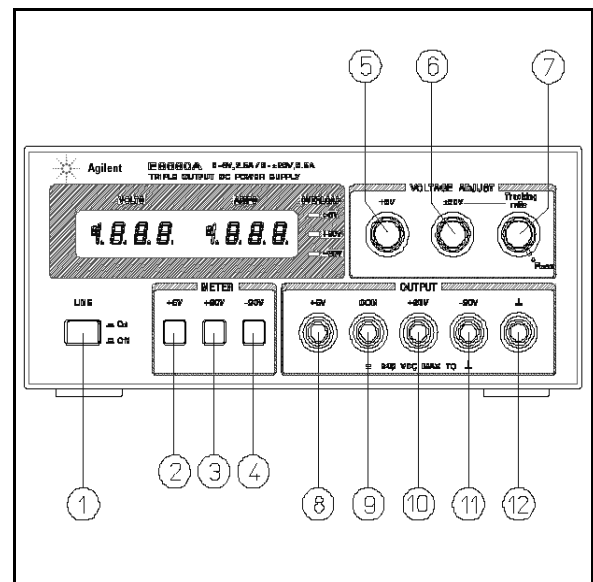

Abbildung 2. Bedienelemente und Anzeigen auf der Frontplatte
Nachfolgend wird beschrieben, wie die in Abbildung 2 gezeigten Bedienelemente und Anzeigen benutzt werden. Außerdem wird ein kurzer Test beschrieben, mit dem Sie überprüfen können, ob die Stromversorgung ordnungsgemäß funktioniert. Führen Sie nach Erhalt des Gerätes diese Funktionsprüfung (oder den im Abschnitt mit Service-Informationen beschriebenen, umfassenderen Test) aus, bevor Sie zum ersten Mal eine Last anschließen.
Diese Stromversorgung kann einzeln betrieben oder mit einer anderen Stromversorgung parallel oder in Serie geschaltet werden (siehe Abschnitte über Parallel- und Serienschaltung). Alle Ausgangsanschlüsse gegenüber Chassis-Masse isoliert. Die Ausgänge ±20V und +6V besitzen einen gemeinsamen Masseanschluss. Dieser gemeinsame Masseanschluss (COM) oder einer der anderen Ausgangsanschlüsse kann – aber muss nicht – mit dem Chassis-Masse-Anschluss (⑫ in Abbildung 2) verbunden werden. An die Ausgangsanschlüsse +20V und COM bzw. -20V und COM können entweder zwei separate Lasten angeschlossen werden, oder es kann eine einzige Last an die Ausgangsanschlüsse +20V und -20V angeschlossen werden. Im letztgenannten Fall ergibt sich ein Ausgangsspannungsbereich von 0 bis 40 V. Mit den Display-Wahltasten können Sie die Ausgangsspannungs- und Ausgangsstromanzeigen jeweils einem der drei Ausgänge zuordnen. Zur Überwachung der Ausgangsspannung 0 bis 40V müssen Sie die angezeigten Ausgangsspannungen für den Ausgang +20V und den Ausgang -20V addieren; den Strom können Sie entweder am Ausgang +20V oder -20V messen.